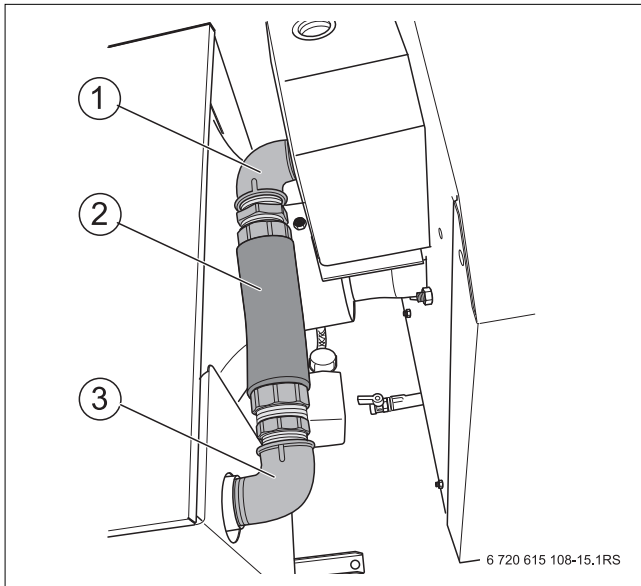

Bild 13 Anschluss Wasseraustritt Wärmetauscher an Rücklauf Heizkessel
- Beide Winkel (→ Bild 13, [1] und [3]) mit dem mitgelieferten Isoliermaterial isolieren.